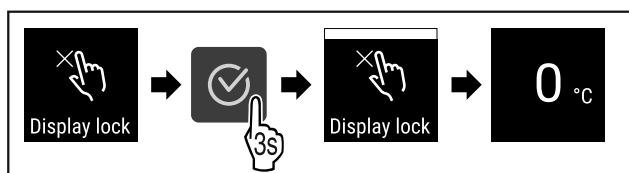

Fig. 76
- ▶ Proved'te akční kroky (viz Fig. 76).